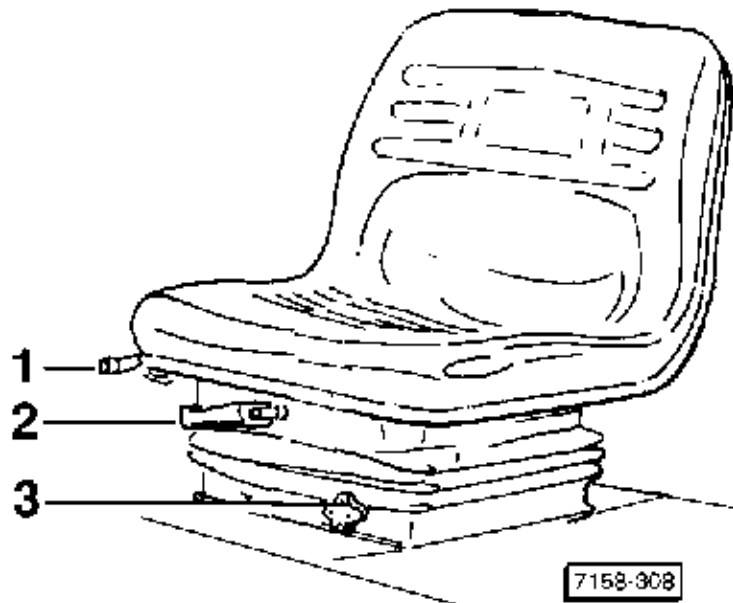

Fig. 10 - **Siège de type GRAMMER DS 83**
- **déplacement longitudinal** du siège qui coulisse en avant et en arrière pour s'adapter en fonction du conducteur (débloquer le levier 1 fig. 10)
- **réglage de la sensibilité** des ressorts de suspension: une rotation alternée de la commande (2 Fig. 10) à droite ou à gauche diminue ou augmente la sensibilité des suspensions en fonction du poids du conducteur.
- **réglage de la hauteur** du siège par rotation de la manette (3 fig. 10) dans les positions de 0 à 3. La position sélectionnée est indiquée par un repère jaune placé à côté de la manette.